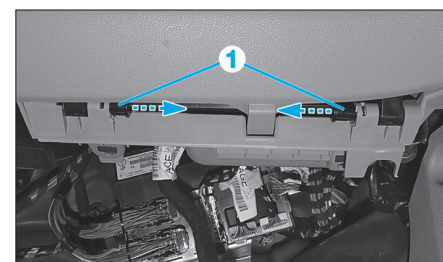

Fig. 3
- Déposer la boîte à gants (1) (Fig.3),
- extraire les axes (1) (Fig.3),